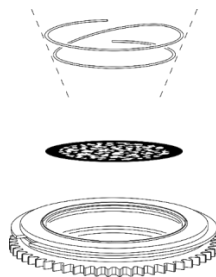

Fig. 16
- 10) Vuelva a introducir el resorte de retención con cuidado con el extremo más estrecho contra el gobo (véase la Fig. 16). Para identificar el extremo más estrecho presione el resorte hasta que quede plano, el extremo estrecho quedará en el interior.